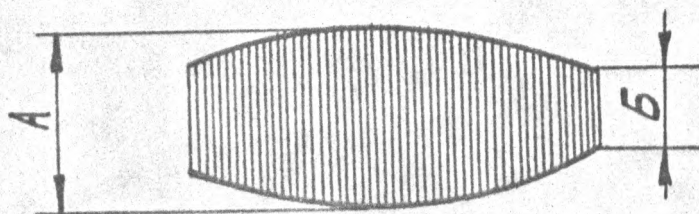

РИС. 7.25
7.4.1.5. Включите на осциллографе С9-1 встроенный полосовой фильтр на частоту 1,2 МГц. Форма сигнала насадки должна соответствовать рис. 7.25. Измерьте части А и Б сигнала и определите нелинейные искажения сигнала яркости, $K_{я}$.